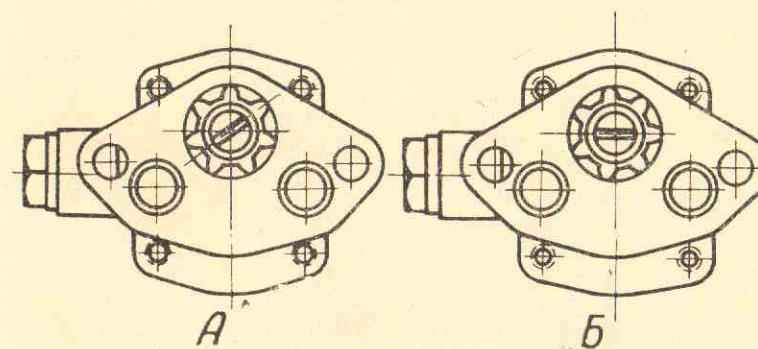

Рис. 20. Положение прорези вала масляного насоса (вид на вал сверху).
2. Валик насоса повернуть таким образом, чтобы прорезь для шипа вала распределителя стояла наклонно, как это показано на рис. 20-А.
3. Осторожно вставить насос на место, проследив за тем, чтобы его шестерня не задевала за стенки отверстия в блоке. Когда шестерни насоса и распределительного вала войдут в зацепление, первая повернется, и прорезь для шипа валика распределителя придет в горизонтальное положение, показанное на рис. 20-Б.